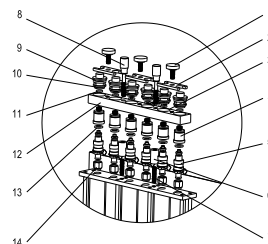

Рис. 07
- 4) Установить распределитель топлива и форсунку на подпорку топливного распределителя с помощью надлежащего регулировочного винта и рифленых гаек, а затем затянуть два рифленых болта (черные). См. Рис. 07.